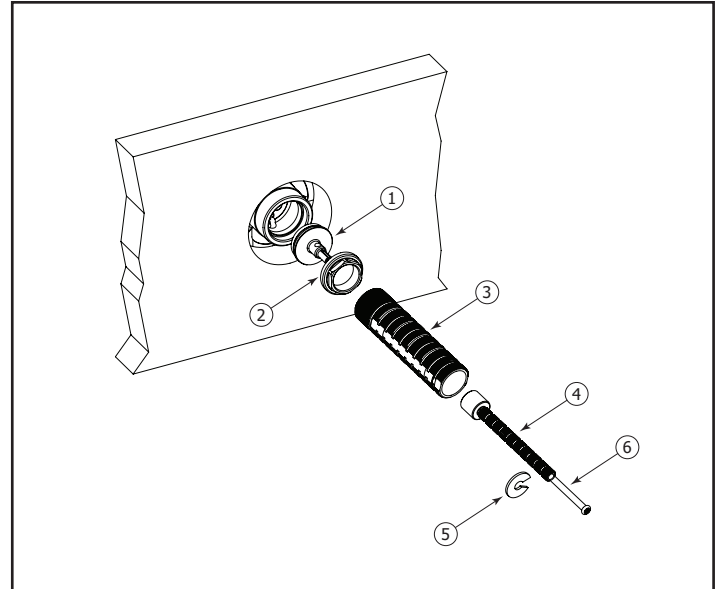

Fig.2
Remove the threaded tube (3), the spline extension, c-clip and the screw (4,5& 6). Set them aside for later use. Next, unscrew the diverter cartridge retaining nut (2) and remove the diverter test cap (1) (See Fig.2).
Retirez le tube fileté (3), l'extension filetée, le c-clip, et la vis (4,5& 6). Mettez-les de côté pour une utilisation ultérieure. Ensuite, dévisser l'écrou de retenue de la cartouche du déviateur (2) et retirer le bouchon de test du déviateur (1) (Voir Fig.2).